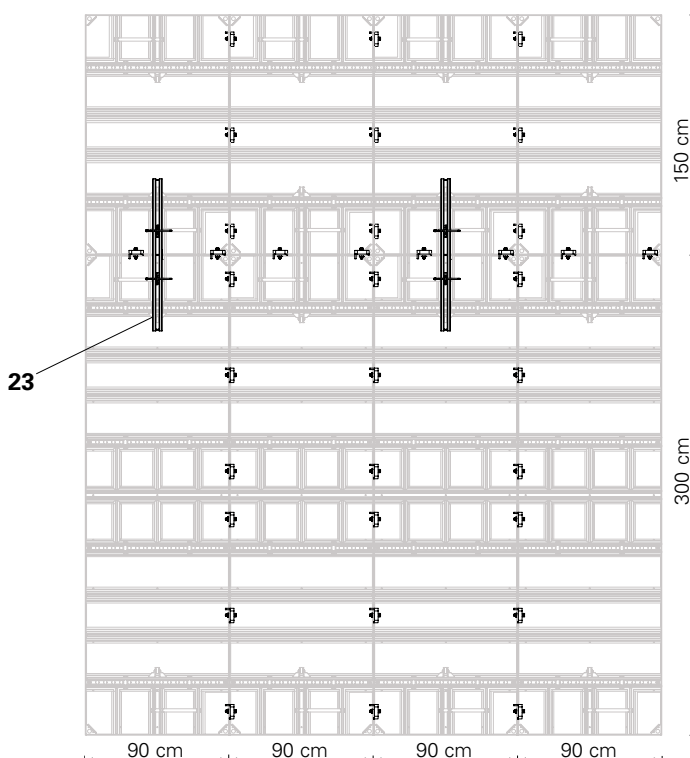

Fig. C6.04
Altezza raffigurata = 450 cm (Fig. C6.04)
Se non è necessario per l'estensione in altezza, è possibile seguire un andamento come illustrato nella Fig. C6.04 per l'allineamento verticale per mezzo di traverso di compensazione HSA 95 (23).